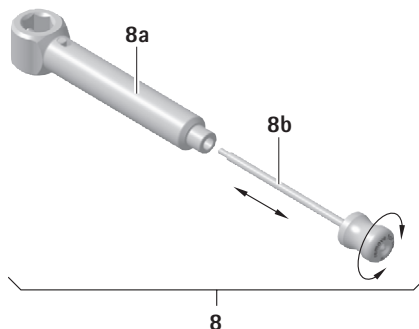

Рис. 2
- ▶ Ввинтите стержень для очистки 8b в контр-опору 8а, см. Рис. 2.